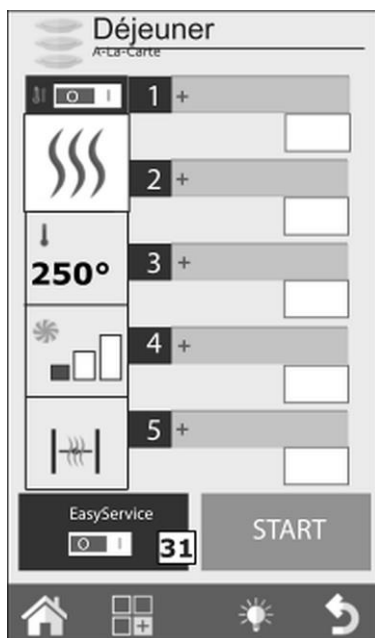

Fig. 38
1. Pour activer la fonction Easy Service, positionner l'interrupteur EasyService (31, Fig. 38) sur la position « I ».